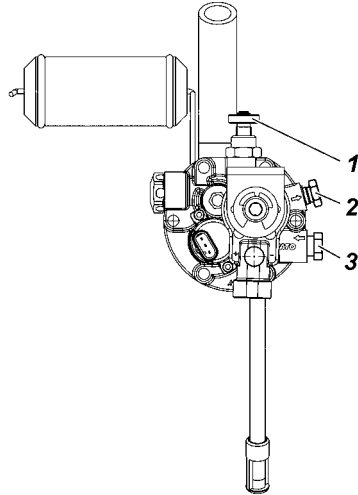

Рис. 18. Мультиклапан газового баллона:
**Мультиклапан** (рис. 18) устанавливается на газовом баллоне автомобиля и имеет ряд предохранительных устройств:
- плавно откройте расходный вентиль 1 (рис. 18) на мультиклапане баллона (или убедитесь в том, что он открыт);